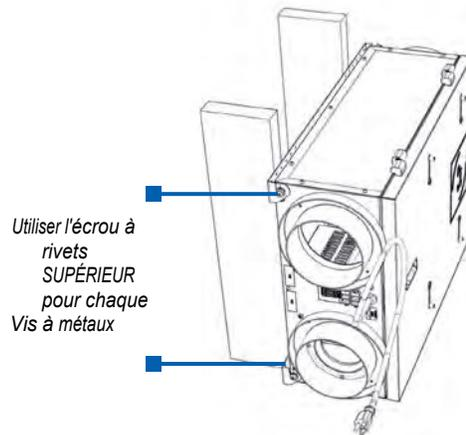

FIGURE 4.5.0 INSTALLATION VERTICALE
- ♦ En utilisant quatre des vis mécaniques 1/4-20 fournies par l'usine, placez un œillet sur chaque vis et installez les vis dans les écrous à rivets comme indiqué sur la figure 4.5.0. Appliquez une goutte de frein-filet sur chaque vis et laissez les vis desserrées pour faciliter l'alignement et l'installation de l'unité sur les deux supports.